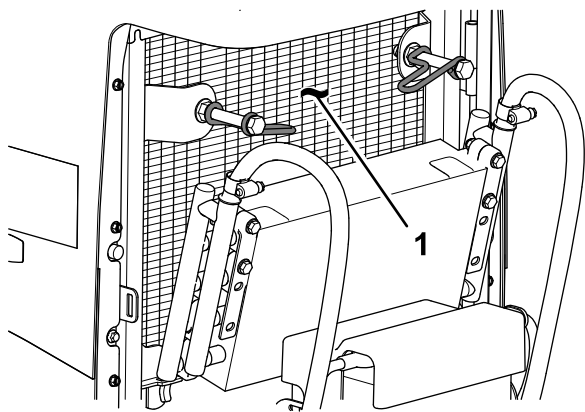

図 112
8. オイルクーラとラジエターの裏表を図 112 圧縮空気で丁寧に清掃する。